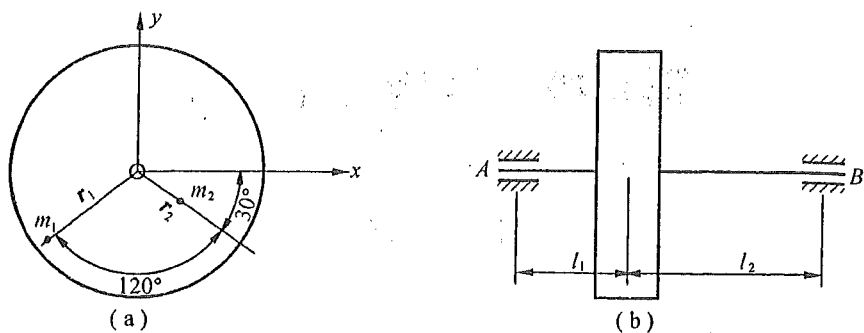

图 8-1
8-1 如图 8-1 所示的圆盘上有不平衡质量  $m_1 = 30 \text{ g}$ ,  $m_2 = 90 \text{ g}$ , 又  $r_1 = 60 \text{ mm}$ ,  $r_2 = 20 \text{ mm}$ , 圆盘转速  $n = 1\,600 \text{ r/min}$ , 支撑距离  $l_1 = 150 \text{ mm}$ ,  $l_2 = 300 \text{ mm}$ 。求: (1) 若取  $r_b = 100 \text{ mm}$ , 那么平衡质量  $m_b = ?$  (2) 未平衡前轴承  $A, B$  两处动反力为多大?